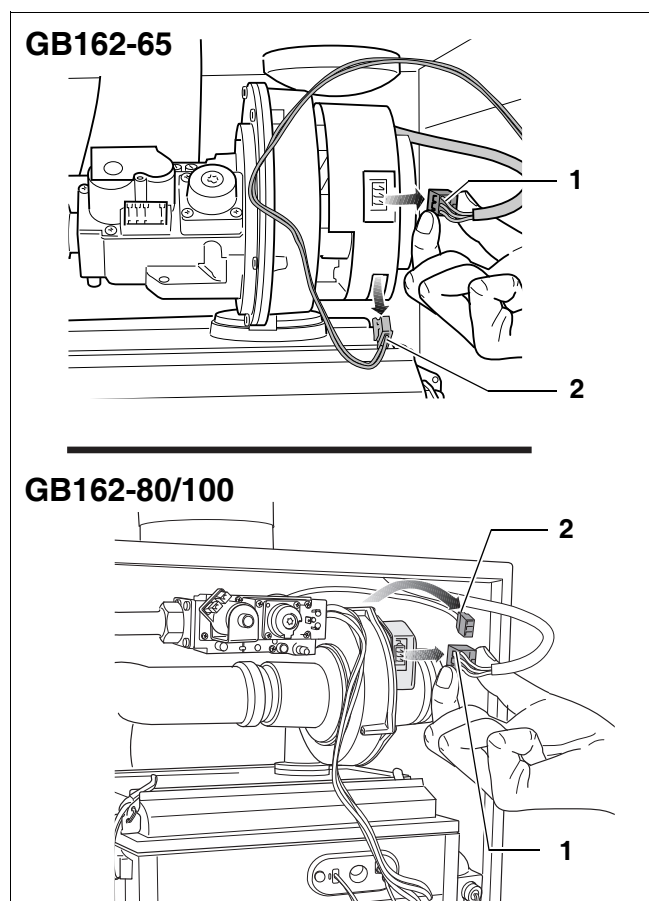

Fig. 105 Desfaceți ștecherile de la suflantă
- Scoateți ștecherul racordului la rețea (fig. 105, poz. 1) de la suflantă.
- Scoateți ștecherul cablului tahometric (fig. 105, poz. 2) de la suflantă. Pentru aceasta desfaceți blocajul ștecherului prin apăsare.